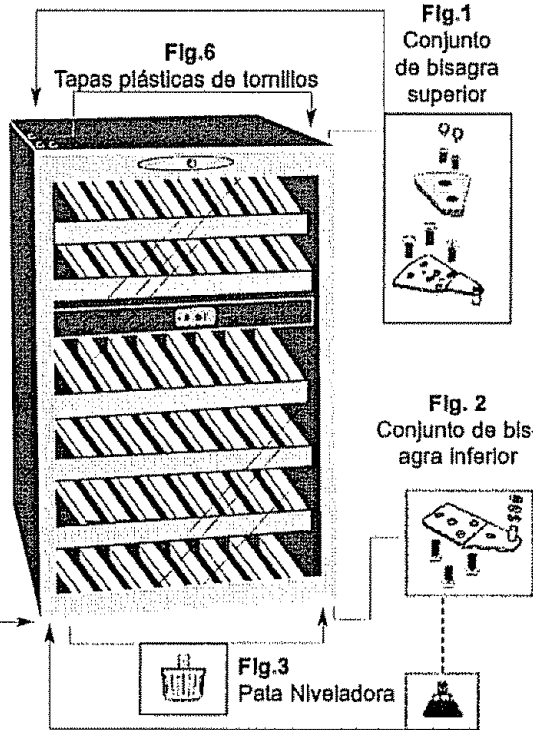

Fig. 4
2. Desatornille las 2 patas niveladoras; una desde el extremo derecho de la bisagra inferior y la otra por el costado izquierdo de la unidad, vea las ubicaciones en la Fig. 3 y Fig. 4
15. Instale la pata niveladora que estaba colocada en la bisagra inferior derecha (Fig. 4) en la nueva bisagra inferior izquierda, e instale la pata niveladora que estaba en la parte izquierda en la parte derecha (Fig. 3)